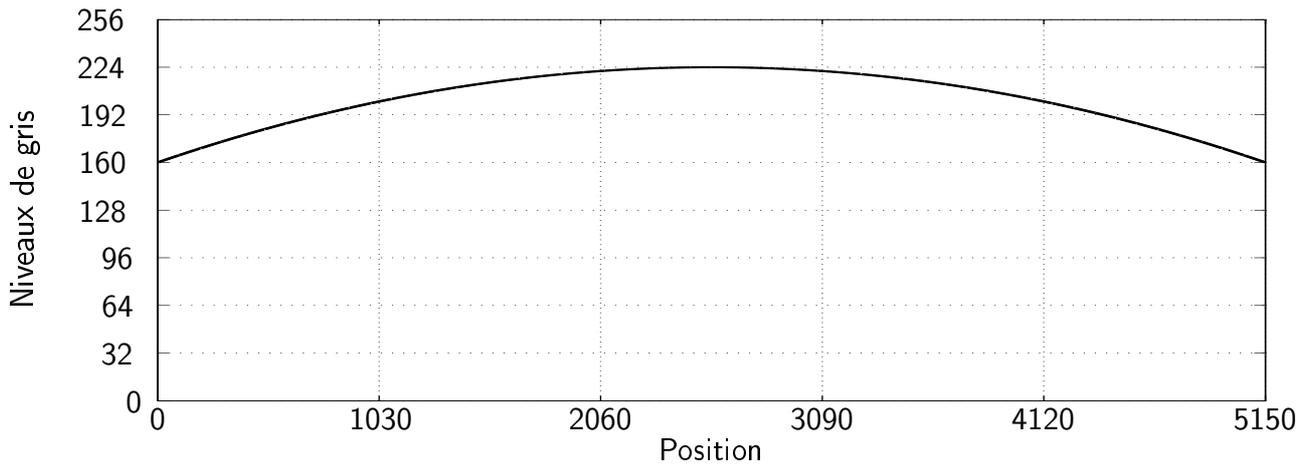
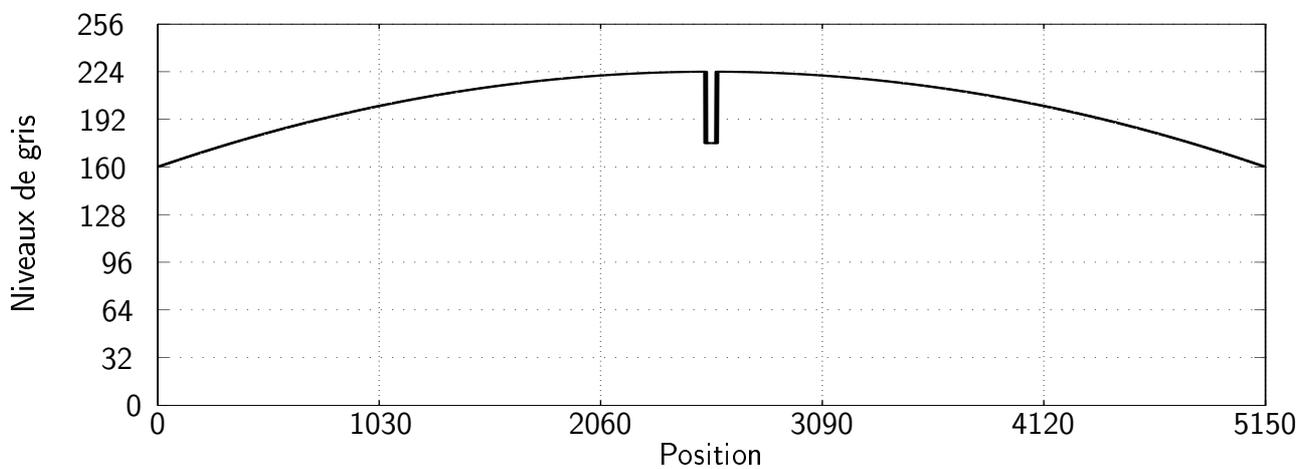

Figure 6 – Image ligne sans marquage.
Figure 7 – Image ligne avec marquage.
L'image de la figure 6 représente l'acquisition d'une ligne sans marquage et l'image de la figure 7 représente une ligne avec un autre marquage.
6) Représentez le résultat de la binarisation sur l'image ligne de la figure 7 avec le seuil précédent. Quelles sont les limites de la binarisation précédente dans le cas où la ligne acquise est celle de la figure 7 ? Proposez et expliquez le **plus précisément possible DEUX** solutions pour pallier ce problème.